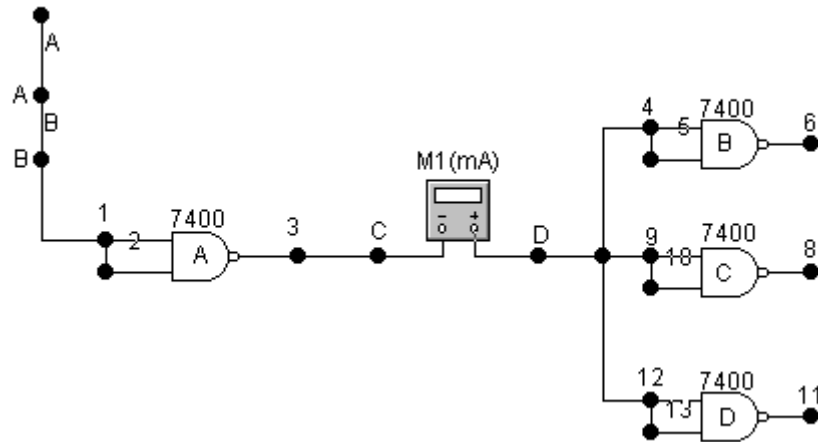

Fig. 2.1 Circuito para medir el factor de carga de salida en estado bajo
V.2.1 Usando el C.I. 7400, construir la configuración mostrada en la fig 2.1
En el mismo circuito de la Fig. 2.1 conectar el amperímetro M1 entre los puntos A -B, interconectando ahora los puntos C y D, y medir la corriente de entrada en estado alto,  $I_{HL}$  =\_\_\_\_\_